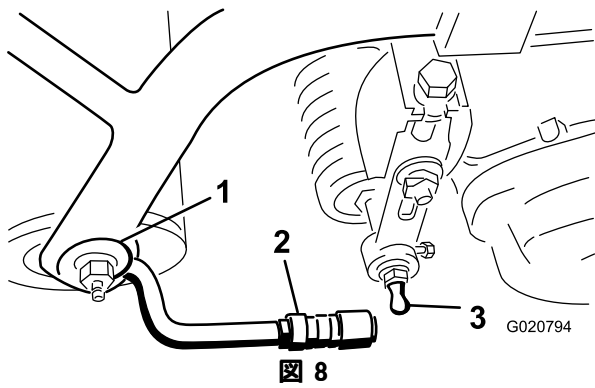

図 8
- スリーブをボールジョイントの位置まで引き戻し、レシーバーをカッティングユニットのボールスタッドに引っ掛ける。スリーブから手を離すとスタッドとジョイントが結合・ロックする (図 8)。